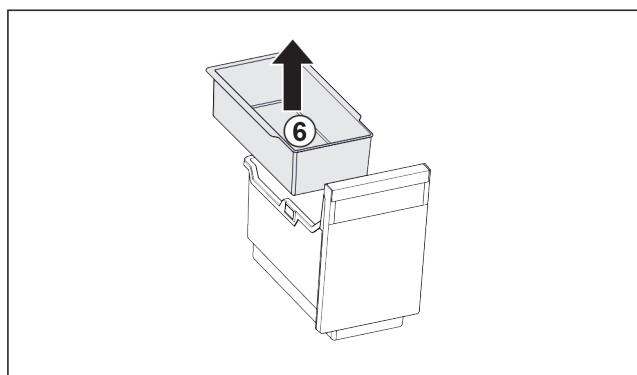

Fig. 100
- Вийняти підвісний лоток Fig. 100 (6).